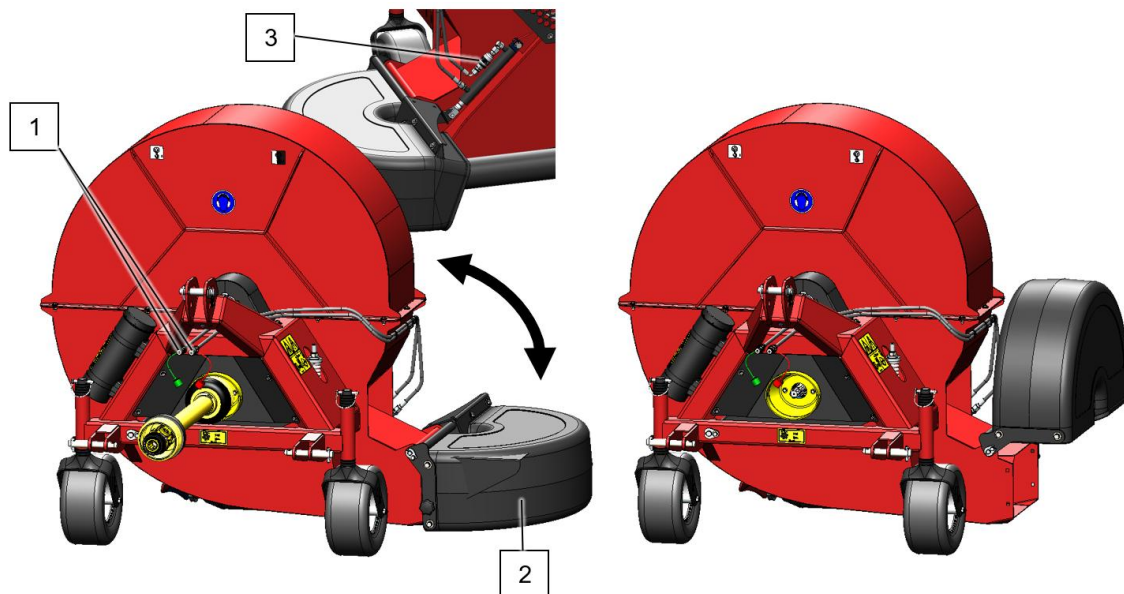

Fig. 9
Middels de hydraulische aansluiting (1) kan de stand van de omkeerbocht (2) worden bepaald (Fig.9). Hierdoor wordt de lucht naar links, rechts of aan beide zijde van de machine uitgeblazen. Middels de smookklep (3) kan de snelheid van de verstelling worden gereguleerd.